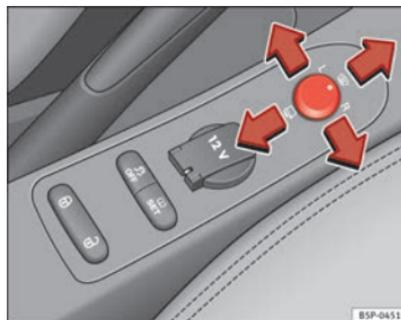

Fig. 88 Mando de los retrovisores exteriores
1. En primer lugar, gire el mando ⇒ fig. 88 hasta la posición **L** (retrovisor izquierdo).
- Gire el mando hacia delante ⇒ **fig. 88** para que los retrovisores térmicos se calienten y la función de cristal parabrisas calefactable\* en la zona de reposo de las escobillas, quede activada ⇒ página 132.
- Gire el mando ⇒ **fig. 88** hasta la posición para plegar los retrovisores exteriores. Para evitar daños en el vehículo, debería plegar los retrovisores exteriores siempre que utilice un túnel de lavado automático.